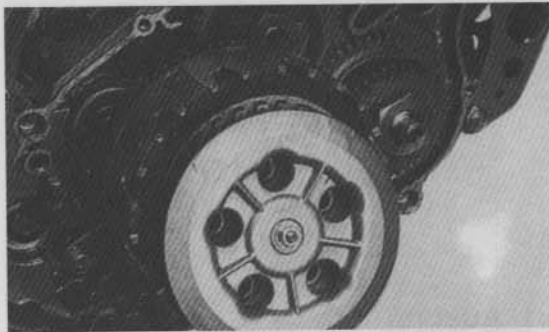

Bild 117
- Kupplungsdruckstange und Kugel gefettet einsetzen. Es folgt Kupplungsdruckplatte (Pfeil auf Platte muss auf Punkt im Korb weisen, Bild 117).